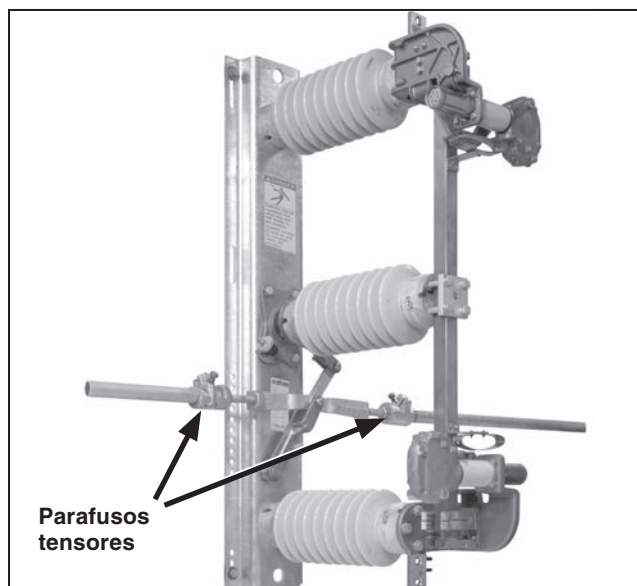

Figura 34. Reajuste do(s) parafuso(s) tensor(es) no(s) acoplamento(s) do(s) tubo(s) ajustável(is).
- (e) No caso improvável em que somente um ou dois polos da chave fique(m) totalmente fechado(s), reajuste o(s) parafuso(s) tensor(es) no(s) acoplamento(s) ajustável(is) do(s) tubo(s) no polo da chave para aumentar ou diminuir o(s) comprimento(s) efetivo(s) do(s) tubo(s) de operação interfases. Ver Figura 34.